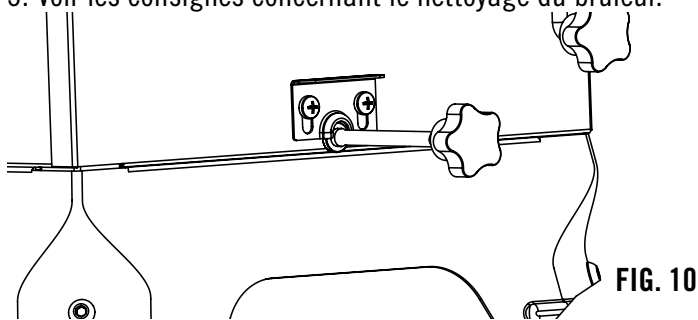

FIG. 10
2. Soulever le système de blocage de la tige et tirer le bouton de la trappe du brûleur pour vider les cendres dans le récipient prévu à cet effet. Voir Fig. 10.